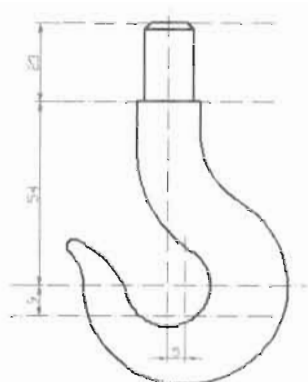

图 6-49
(6) 单击“修改”工具栏中的“圆角”按钮，对两段圆弧进行圆角，设置圆角半径为 2，吊钩轮廓图就绘制完成了，结果如图 6-49 所示。